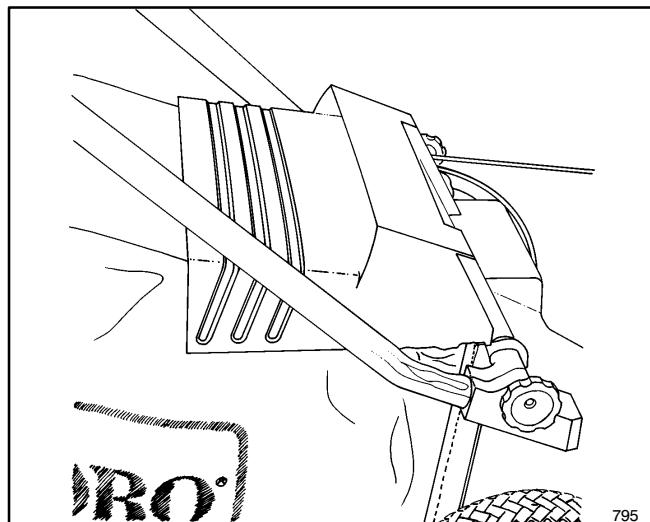

Figure 7
- Laisser le volet d'éjection reposer sur le dessus du sac (Fig. 7).